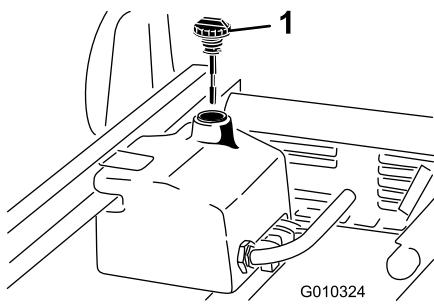

Figure 20
- Nettoyez la surface autour du goulot et du bouchon de remplissage du réservoir hydraulique (Figure 20).
3. Sortez la jauge (Figure 20) du goulot de remplissage et essuyez-la sur un chiffon propre.